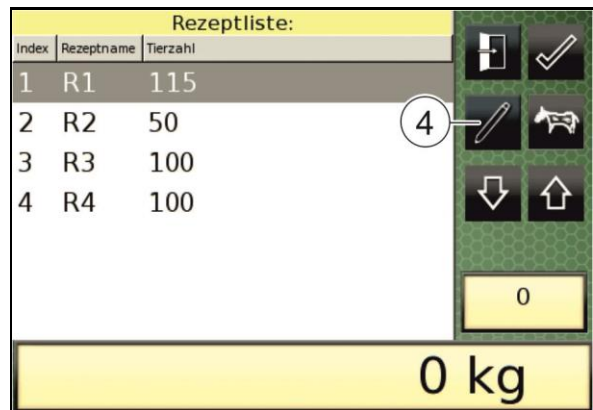

Fig. 218
2. Drücken Sie die Taste „Entlademodus“ (1).
- Im Terminal erscheint anstelle des Kamerabilds eine Liste mit gespeicherten Rezepten (Fig. 218). Das Rezept des letzten Beladevorgangs ist vorgewählt.